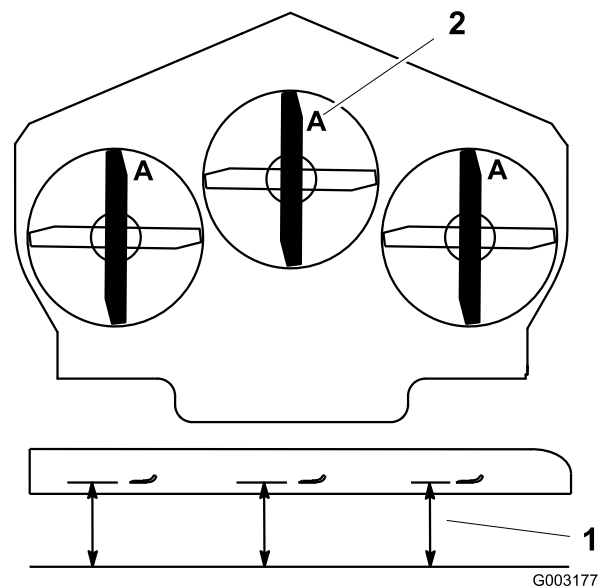

Figure 109
4. Mesurez la distance entre la surface plane et le tranchant (position A) des lames (Figure 109).